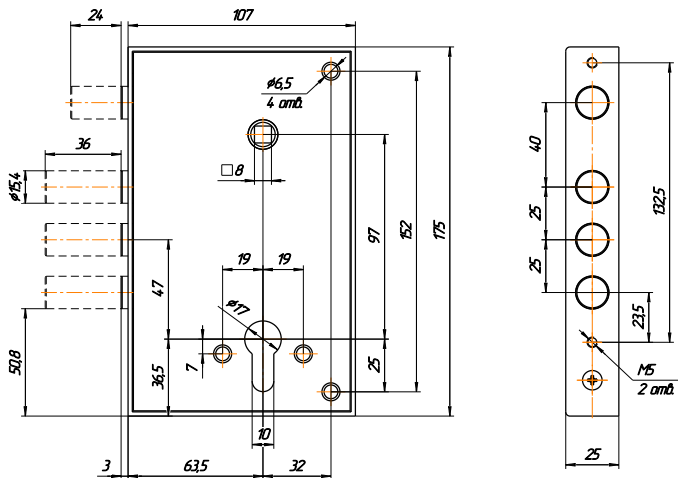

Рис.2
4.1. Произвести разметку двери согласно рис.2. Выполнить на торце полотна двери отверстия под пальцы засова, задвижки и для крепежа замка. Выполнить на полотне двери отверстия для цилиндрического механизма, крепежа накладок, с внутренней стороны двери – отверстие для поводка рукоятки задвижки, а в дверной коробке отверстия под пальцы засова и задвижки.